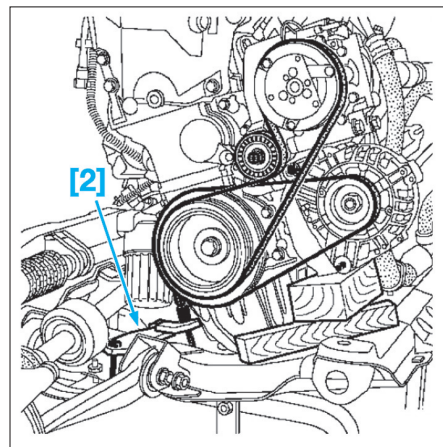

Fig. 62
- [2]. Outil de maintien moteur (Mot. 1379) (Fig.62).
- Caler le moteur entre le berceau et le bloc moteur à l'aide de l'outil de maintien du moteur [2] (Fig.62).